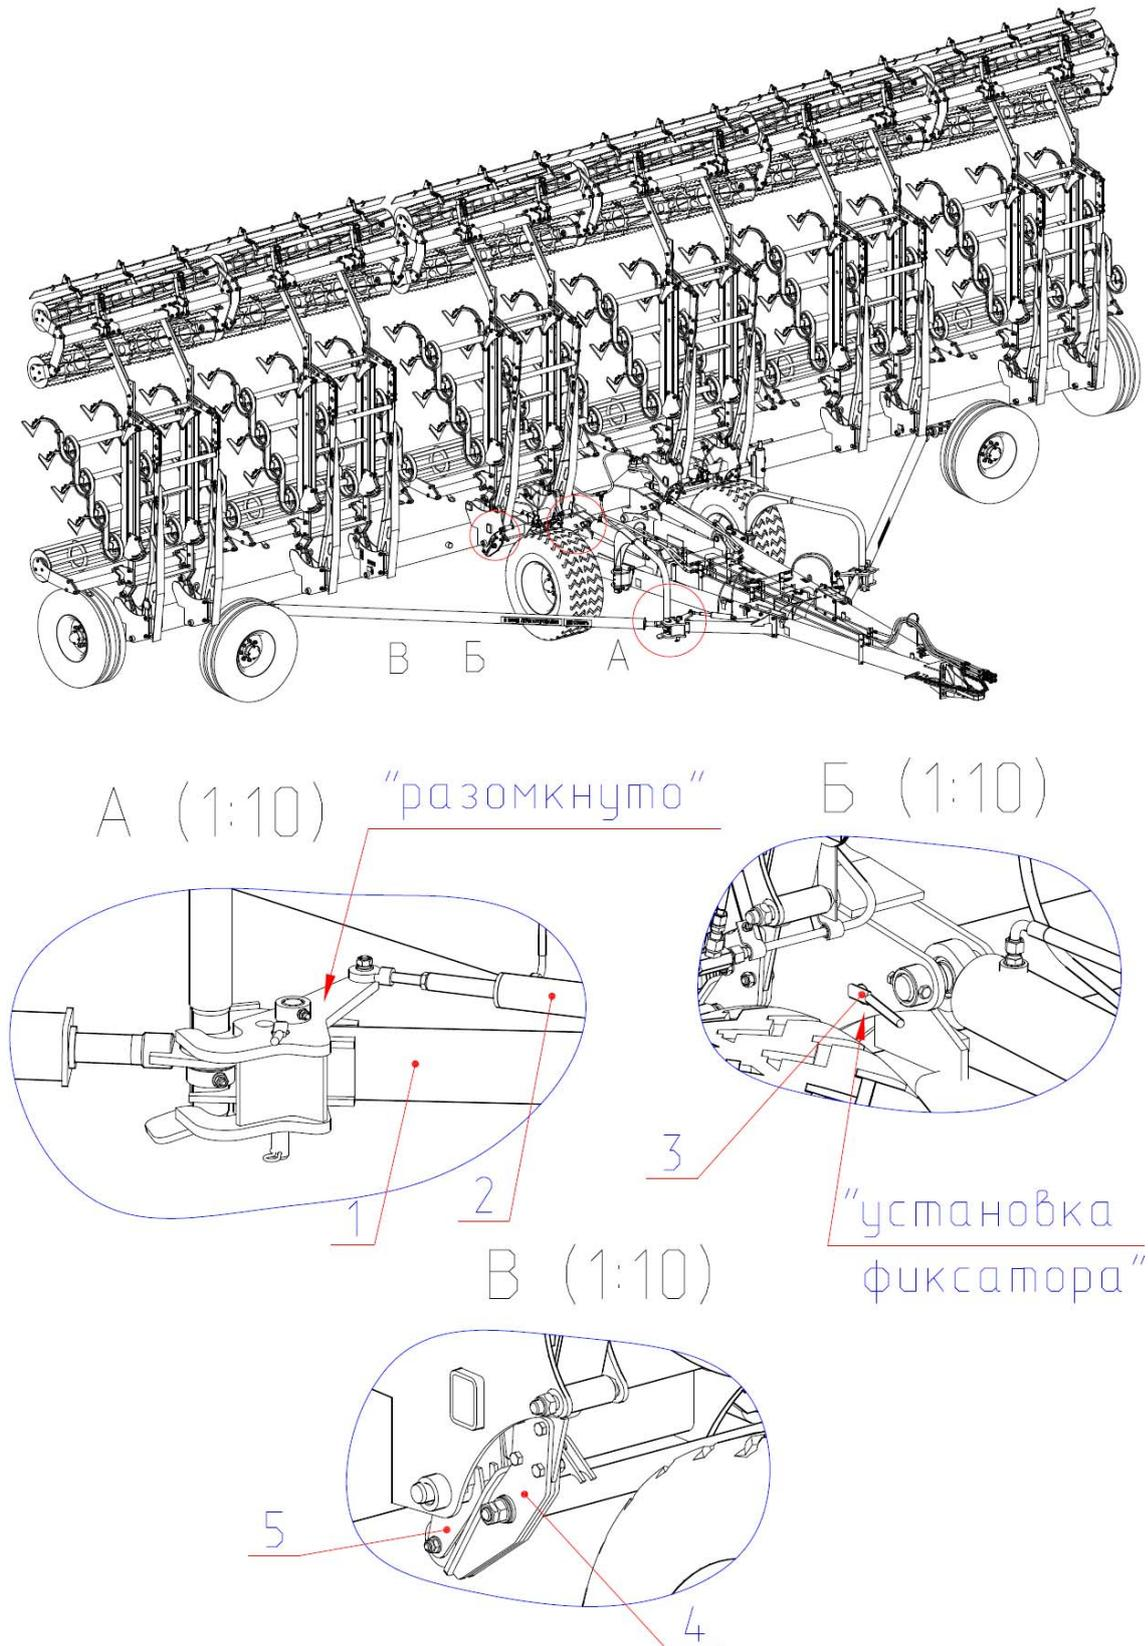

Рис.14.1 Перевод балок в вертикальное положение.
-произвести подъем, повернув все балки с помощью гидроцилиндров (рис.14.1);
-зафиксировать положение центральной балки с помощью фиксаторов 2 (рис.14.1 Вид
-перевести замки кронштейнов 1 (рис.14.1 Вид А) в положение "разомкнуто" гидроцилиндрами 2, при этом сработают гидроцилиндры, обеспечивающие нажатие рычагов 4 (рис.14.1 Вид В) на поводки 5 (секции расположенные в центре культиватора перейдут в положение обеспечивающее перевод в транспортное положение без поломок);
-перевести замки кронштейнов 1 (рис.14.1 Вид А) в положение "разомкнуто" гидроцилиндрами 2, при этом сработают гидроцилиндры обеспечивающие нажатие рычагов 4 (рис.14.1 Вид В) на поводки 5 (секции расположенные в центре культиватора перейдут в положение обеспечивающее перевод в рабочее положение без поломок);
Движение должно быть четко управляемым таким образом, чтобы обе боковые балки разъезжались одновременно на одинаковый угол, а водила с растяжками одновременно вошли в зевы кронштейнов 1 (рис.14.1 Вид А).
-перевести замки кронштейнов 1 (рис.14.1 Вид А) в положение "замкнуто" гидроцилиндрами 2;
-разблокировать положение центральной балки от фиксаторов 2 (рис.14.1 Вид Б);